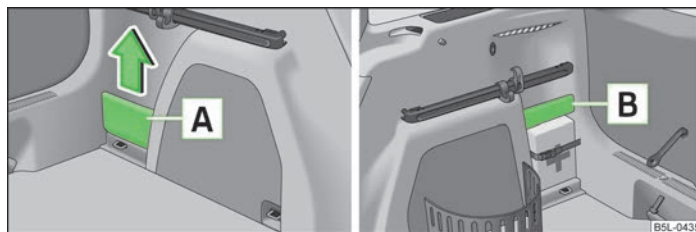

Fig. 83 Maletero: Compartimentos guardaobjetos
La cubierta del compartimento guarda objetos lateral [A] » fig. 83 puede extraerse y ampliarse con ello el maletero.
- Coger la cubierta [A] por la parte superior y retirarla con cuidado en la dirección de la flecha » fig. 83.
- El compartimento portaobjetos desmontable [A] » fig. 83 del lado izquierdo sirve para guardar objetos pequeños de hasta 1,5 kg de peso.
- El compartimento portaobjetos [B] » fig. 83 del lado derecho sirve para guardar objetos pequeños de hasta 0,5 kg de peso.